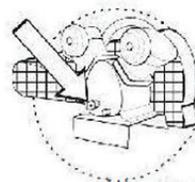

Fig. 10
4. Coloque aceite en la unidad. El aceite deberá rebasar ligeramente la marca de la mirilla (punto rojo). (Fig. 10)